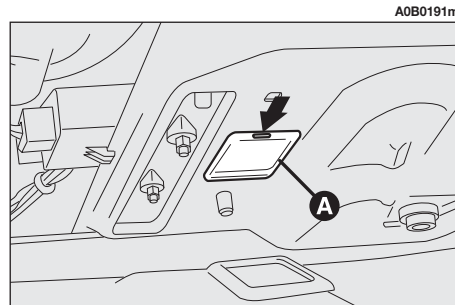

fig. 64
- Estrarre, utilizzando un cacciavite a lama piatta, il trasparente (**A-fig. 64**) completo di lampada.